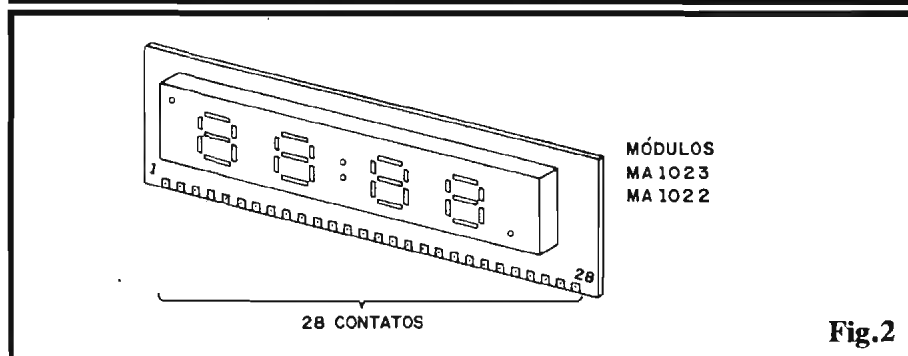

Fig.2
contagem do Tempo... Como os próprios **displays** numéricos também estão incorporados ao dito módulo, um conjunto de Integrados “embutidos” se encarregam de realizar digitalmente a contagem e a decodificação dos pulsos, de modo a “mostrá-los” em “formato horário” através dos dígitos iluminados (ou não...). Observar que, para as funções básicas desejadas (mais detalhes a partir da fig. 2), embora o módulo contenha uma linha de terminais com 28 pontos, apenas 13 deles são realmente utilizados... Um transformador comum, com secundário para 0-9V (as tolerâncias internas do módulo permitem que o valor nominal de 8V seja excedido nesse nível, sem nenhum problema de sobrecarga...), ou mesmo para 9-0-9 (usando-se só a “metade” do secundário...) “rebaixa” a C.A. da rede e aplica-a ao módulo (internamente são realizadas as funções de retificação e filtragem...). Um mero **zener** de 3V6 x 1W se encarrega de gerar (a partir dos mesmos 9V oriundos do trafo...) a baixa Tensão requerida pelos **displays** dos módulos (esse é o “truque” básico que nos permite “fugir” do transformador especial...). Um chaveamento aplicado aos terminais 12-13-16-18 do módulo, determina as possibilidades de “acerto” do horário mostrado no **display**, conforme detalharemos mais
- FIG. 2 - O MÓDULO HÍBRIDO - O adjetivo “híbrido” que qualifica o módulo, refere-se ao fato do dito incorporar componentes Integrados (o **chip** especializado, “escondidinho” sob o próprio **display** numérico...) e “discretos” (transistores, diodos, resistores, capacitores, etc., dispostos circuitualmente sobre a placa “mãe” do MA1022 ou MA1023...). A figura mostra o “jeitão” do módulo (os componentes discretos ficam na face oposta à do **display**...), visto pela frente, evidenciando-se o **display** de 4 dígitos